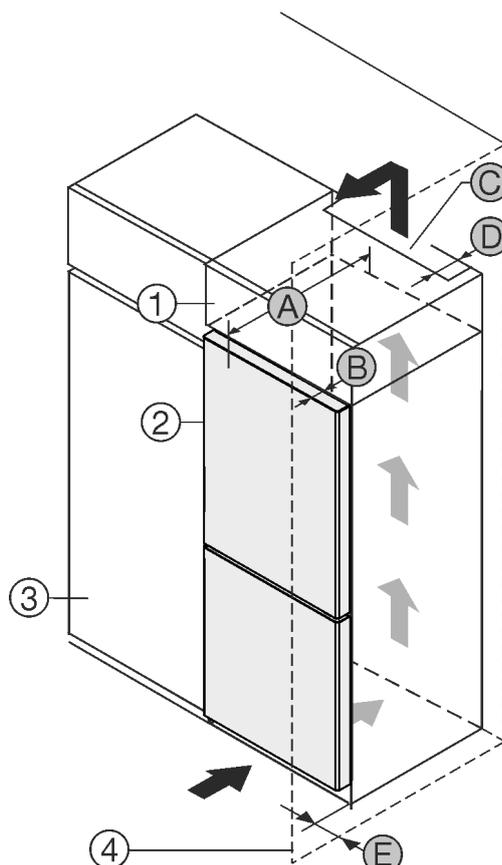

Fig. 1
Gerät direkt neben dem Küchenschrank Fig. 1 (3) aufstellen.*
An der Rückseite des Aufsatzschrankes muss ein Abluftschacht mit der Tiefe Fig. 1 (D) über die gesamte Aufsatzschrankbreite vorhanden sein.
Unter der Raumdecke muss der Entlüftungsquerschnitt Fig. 1 (C) eingehalten werden.
Wenn das Gerät mit den Scharnieren neben einer Wand Fig. 1 (4) aufgestellt wird, muss der Abstand zwischen Gerät und Wand mindestens 13mm betragen.
Wenn das Gerät mit den Scharnieren neben einer Wand Fig. 1 (4) aufgestellt wird, muss der Abstand zwischen Gerät und Wand mindestens 20mm betragen.
Um die Türe vollständig öffnen zu können, muss Gerät um die Türtiefe Fig. 1 (B) gegenüber der Küchenschrankfront vorstehen. Abhängig von der Tiefe der Küchenschränke Fig. 1 (3) und Verwendung von Wandabstandshaltern kann das Gerät weiter herausragen.*